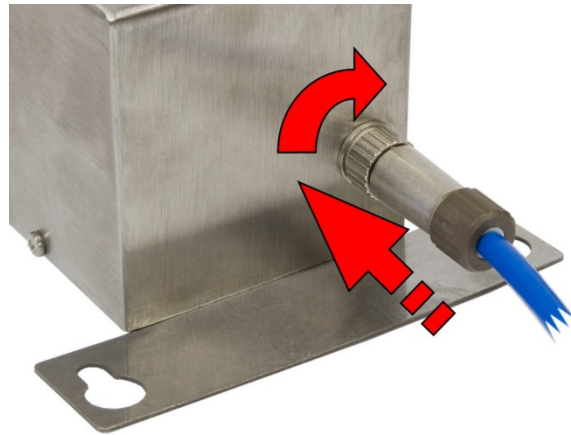

Figura 3-7: Conexión de la batería
- La Figura 3-7 muestra la conexión de la batería 64050625. El modelo 30538111 es similar.
certificados y diagrama de control en el apéndice de este manual para detalles específicos referentes a conexión a tierra. Generalmente, las regulaciones requieren que todos los equipos conectados en un sistema intrínsecamente seguro se enlacen juntos y se aterricen en un solo punto. El paquete de batería contiene una oreja de conexión a tierra (Figura 3-7) con fines de enlace en un solo punto potencial igual.